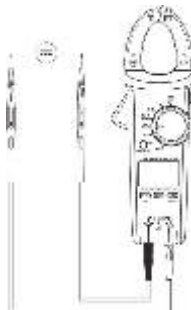

Рис. 7 Измерение напряжения постоянного тока
7.4 Измерение напряжения постоянного тока (см. рис. 7)